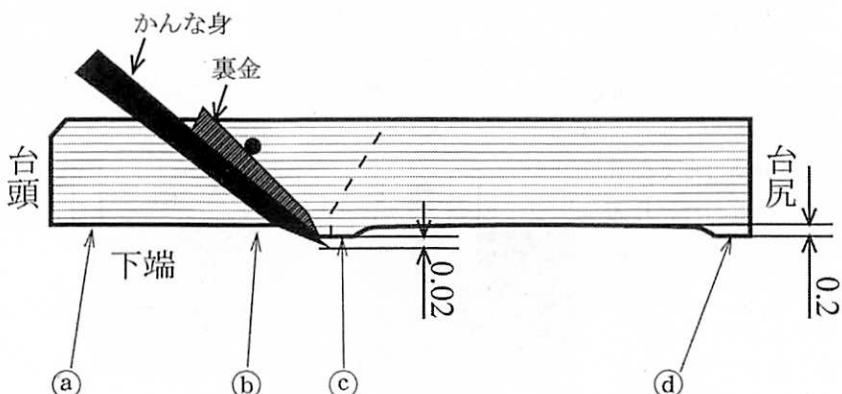

図3 下端の形状
授業の中で用いるには、材料に平らに接するよう、図3の④と⑤の2点で材料に接するように下端の形状を整える。ただし、上仕上げに用いるためには、④～⑤にかけて窪ませずに平らに仕上げるようになるが、学校現場では不要である。平かんなを授業で用いるために、どのように下端を調整すればよいか、その手順を述べる。
まず、かんな台の捻れなどの木部の狂いを修正するために、定盤やガラス板などの完全な平面の上に、紙ヤスリを敷き、かんな台が平面になるまで削り続ける。次に、「台直しかんな」で図3の④および⑤の部分を約10mm程度残し、下端定規を当てたときにはほんのわずかな光が見える程度だけ横削りで平らに削る。それは約0.2mm以下で十分である。